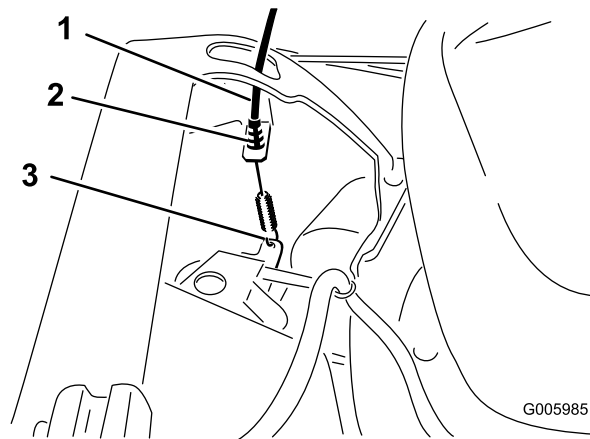

Figura 7
5. Pase el cable del sistema de autopropulsión por fuera del manillar, a través del orificio del lado izquierdo del alojamiento, y conecte el extremo del cable (Figura 7).